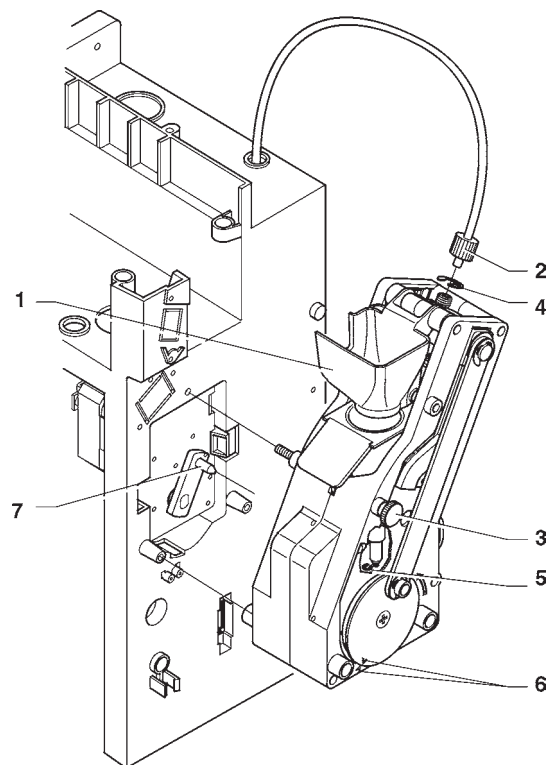

Fig. 24
- koppla bort teflonledningen för anslutning till boiler från den övre kolven och var härvid noga med att inte förlora packningen (se fig. 24);